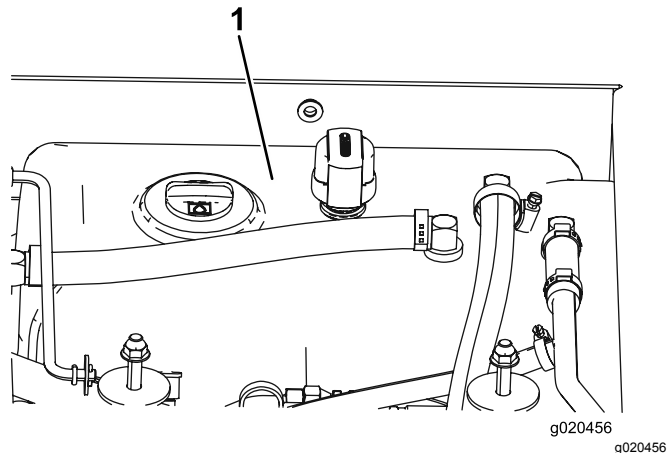

Figure 116
4. Remplissez le réservoir (Figure 116) de liquide hydraulique ; voir Vidange du liquide hydraulique (page 77).